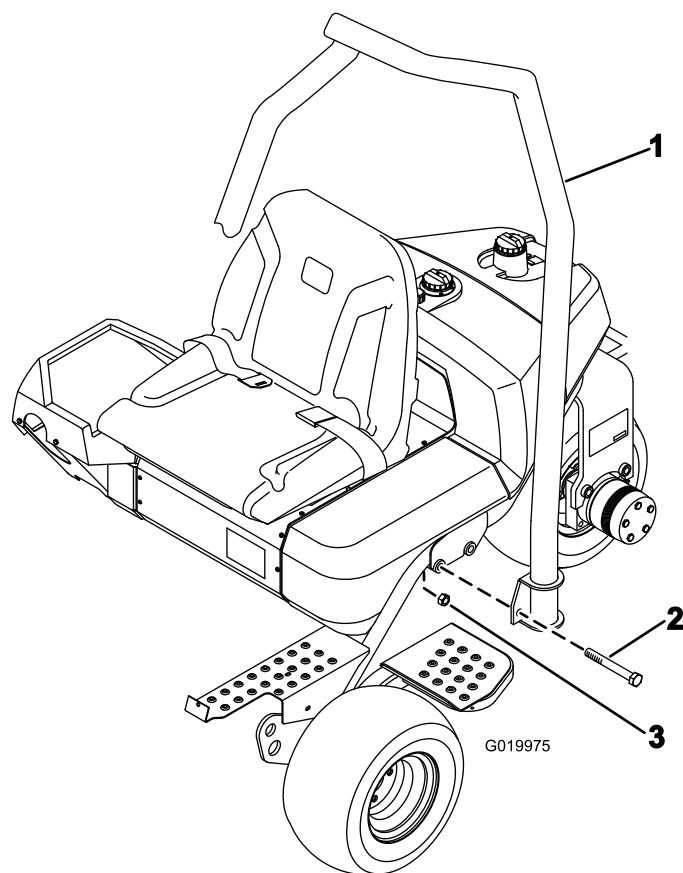

Figura 4
1. Disponete il roll-bar in modo che l'estremità del tubo sia curvato verso la parte anteriore della macchina (Figura 4).
2. Abbassate il roll-bar sul telaio, allineandolo con i fori di montaggio (Figura 4).
3. Fissate ogni lato del roll-bar al telaio con 2 bulloni ($\frac{5}{8}$ " x $4\frac{1}{2}$ ") e dadi di bloccaggio come mostrato in Figura 4.